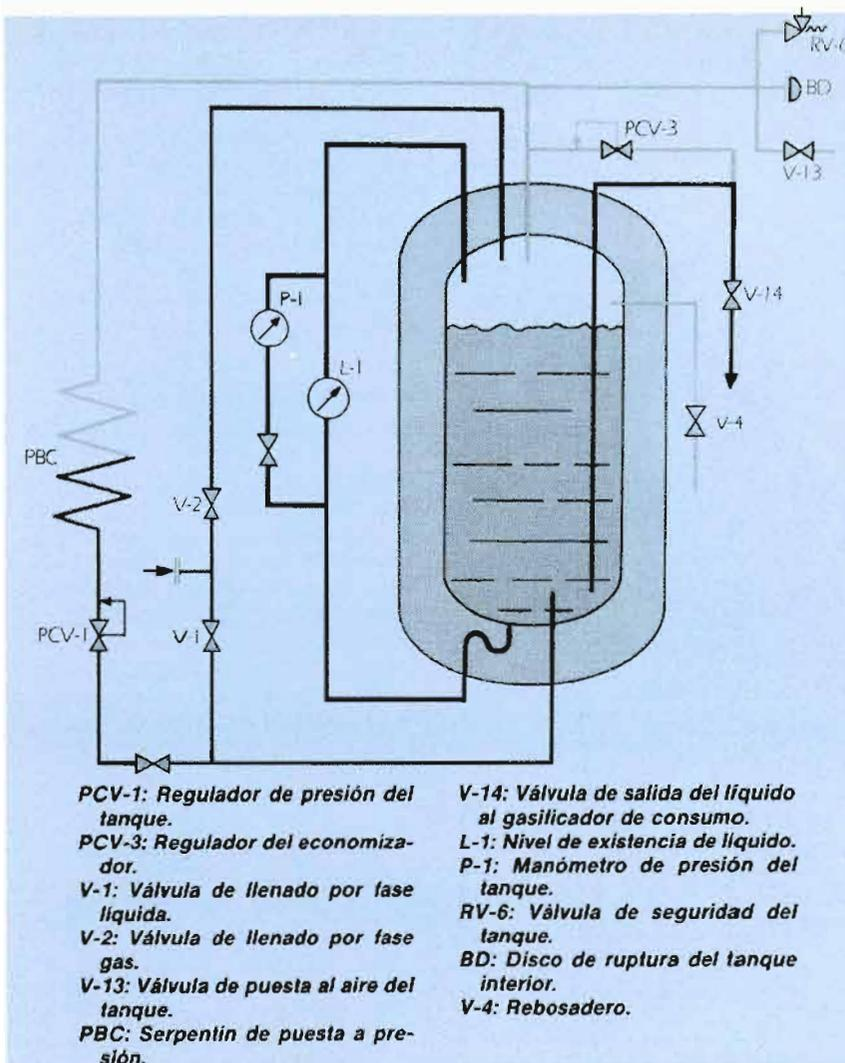

FIGURA 7. Esquema de funcionamiento de un tanque criogénico.
**Funcionamiento:** De los tanques criogénicos el producto (líquido o gas) sale impulsado por su propia presión. El esquema de un tanque puede verse en la figura 7.